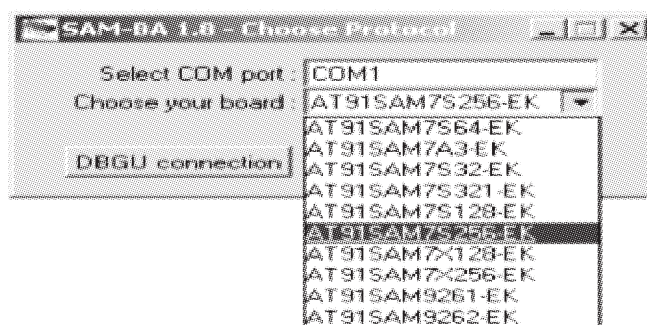
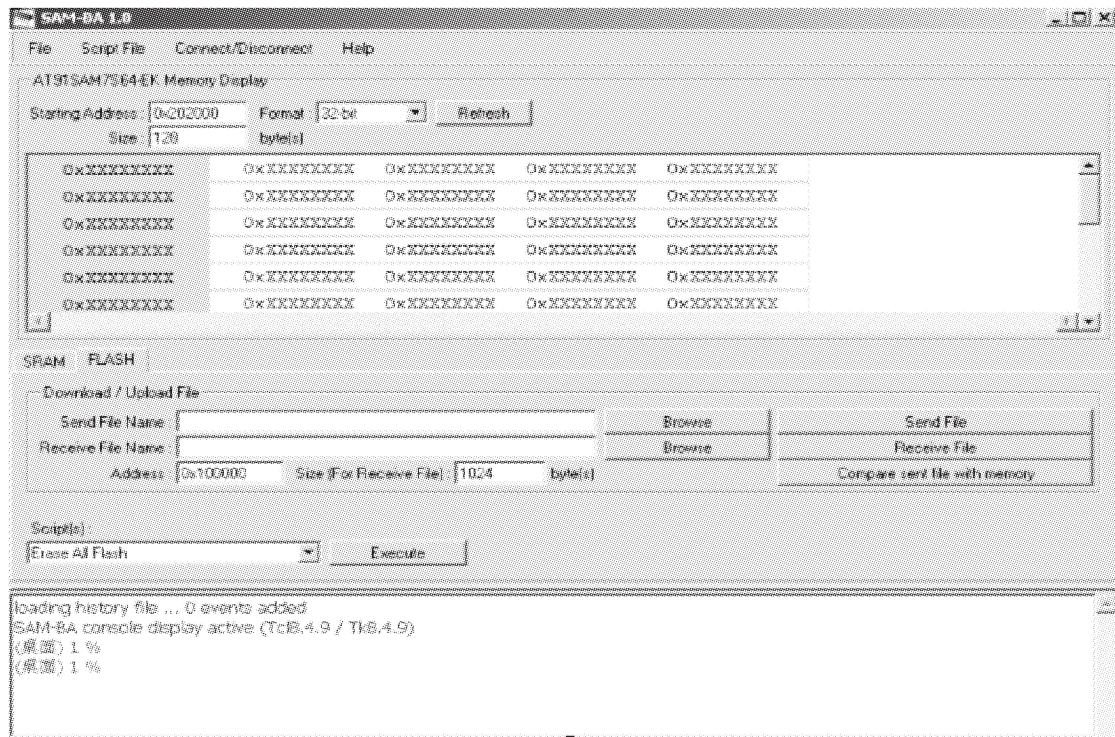

图 5.2 选择窗口
图 5.3 选择“USB Connection”界面
5)如图 5.2 所示,在“choose your board”的下拉列表中选择“AT91SAM7S256-EK”,然后点击“USB Connection”,如果 USB 驱动安装正确则出现如图 5.3 的界面。